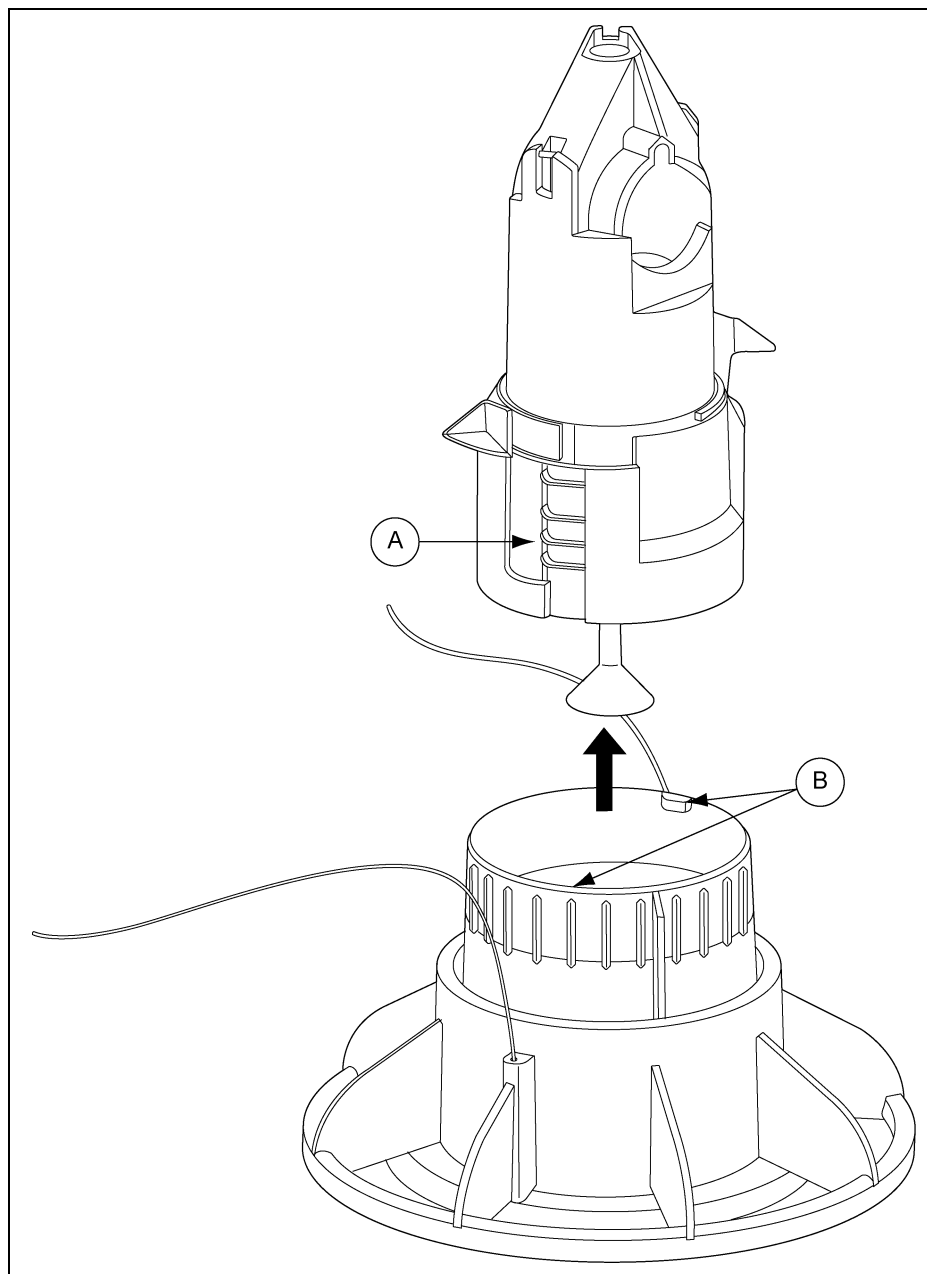

Рисунок 4Е
5. См. Рисунок 4Е, по требуемому положению компонентов и установите их в указанном положении. Совместите выступы регулятора с пазом на удлинителе трубы отвода. Одновременно надвиньте регулятор уровня корма и уровень корма поверх удлинителя трубы отвода.